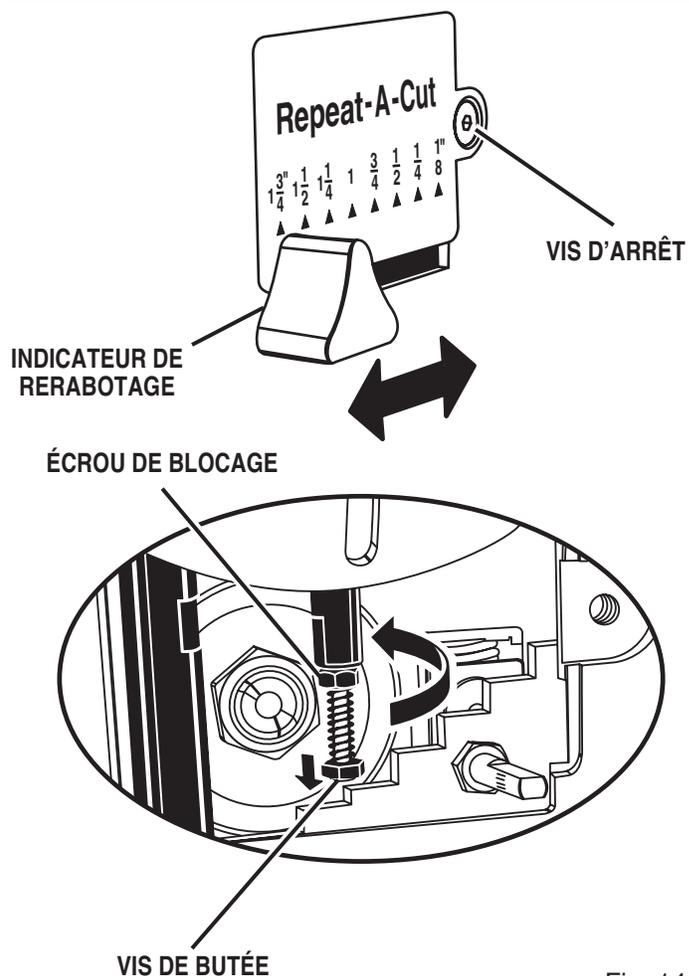

Fig. 14
Voir figure 14.
- Retirer la vis d'arrêt du côté droit du couvercle dispositif Repeat-A-Cut™ (voir la figure 14).